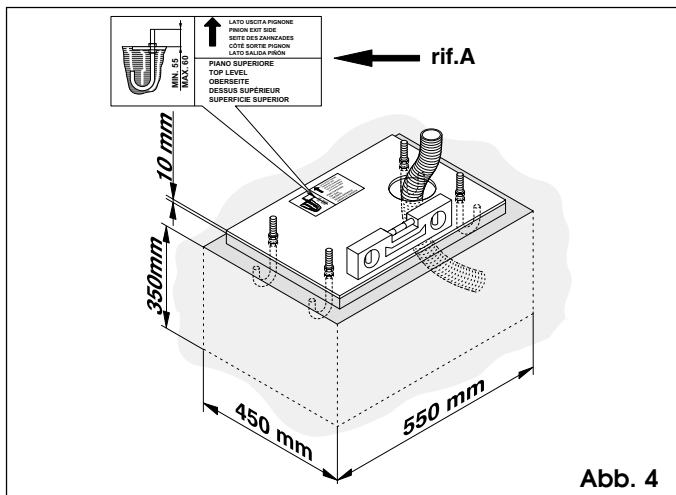
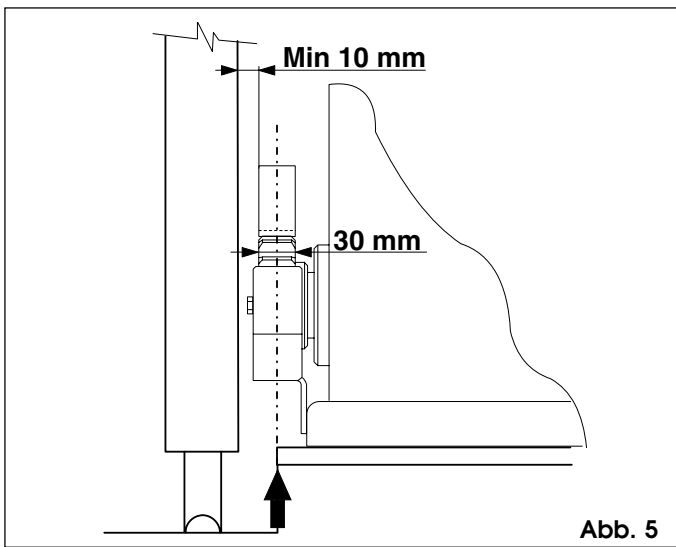

Abb. 4
Abb. 5
- 1) Die Anbringung der Fundamentplatte muß nach Angaben von Abb. 4 erfolgen. Für die Maßangaben wird auf Abb. 5 verwiesen.
- 2) Die Fundamentplatte nach Angaben in Abb. 4 Pos. A einrichten.
- 3) Gründungspfahl gem. Abb. 4 herstellen und beim Einmauern der Fundamentplatte ein bzw. mehrere Schutzrohre zum Verlegen der elektrischen Kabel einziehen. Mit einer Wasserwaage die Ebenheit der Fundamentplatte überprüfen. Solange warten, bis der Zement abgebunden hat.
- 3) Höhe der Stellfüße durch Anheben des Getriebemotors um ca. 1cm von der Fundamentplatte sowie Abstand zum Tor gem. Abb. 5 - 9 einstellen.
Wichtiger Hinweis: Zur Befestigung der Zahnstange am Tor müssen je nach Torbau entsprechende Halterungen angefertigt werden. Abb. 10 zeigt zum Beispiel eine „L“-förmige Halterung. Für die Anbringung der Halterungen s. Abb. 5 und 9.